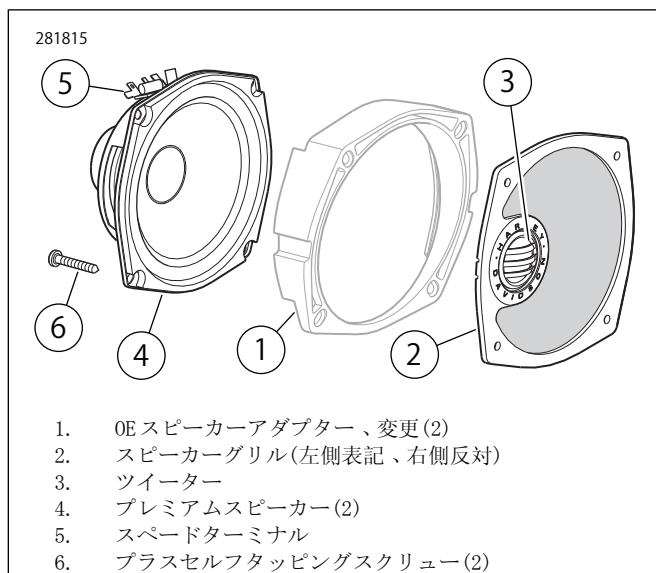

図4。ElectraGlideおよびTrike用Boom! オーディオフロントスピーカーキットコンポーネント
図4を参照してください。図のように、アダプター(1)に対して新しいスピーカーグリル(2)を取り付け、アダプターの厚い方の先を上に向け、ツイーター(3)を車両外側に向けます。グリルと外側のアダプターの間にツイーターのワイヤーを通します。図のように、アダプターの背面に対して新しいスピーカー(4)を取り付け、スピードターミナル(5)の先が上に向くようにします。
4. スピーカー、アダプター、グリルのマウント穴を合わせます。先に取り外した長い方のトルクス®スクリー2本で3つ全てのコンポーネントを上側の2個の穴からインナーフェアリングに取り付けます。図4を参照してください。キットの新しいプラススクリー(6)を下側の外穴に使用し、ねじ山の下でフェアリングサポートプレースを固定します。下側の内穴は使用しません。